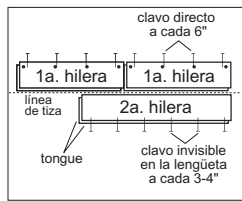

Figura No. 8
- Use una clavadora neumática de clavos de cabeza pequeña para clavar la cara del lado de la ranura 1/2 pulg. (1.27 cm) del borde a intervalos de 6 pulg. (15.24 cm) y a 1 a 2 pulg. (2.54 a 5.08 cm) de cada extremo y luego a un ángulo 45° grados hacia abajo a través del "bolsillo" de clavado en arriba de la lengüeta (Figura No. 8) O pretaladre agujeros para los clavos a 1/2 pulg. (1.27 cm) del borde posterior (de la ranura), 1 a 2 pulg. (2.54 a 5.08 cm) de cada extremo a intervalos de 6 pulg. (15.24 cm). Pretaladre a los mismos intervalos a un ángulo de 45° hacia abajo a través del "bolsillo" de clavado en la parte superior de la lengüeta (Figura No. 8). Clave con el método de clavado de cara el lado de la ranura que está pretaladrado. Cuando termine, use clavadura invisible a un ángulo de 45° a través de la lengüeta de la primera hilera. Asegure usando clavos de acabado 4 ó 6d. Embuta los clavos para asegurar que la ranura enganche al ras. Evite dañar la madera usando un embutidor de clavos para embutir los clavos. Continúe con la clavadura invisible usando este método con las hileras siguientes mientras que se pueda seguir usando la engrapadora.